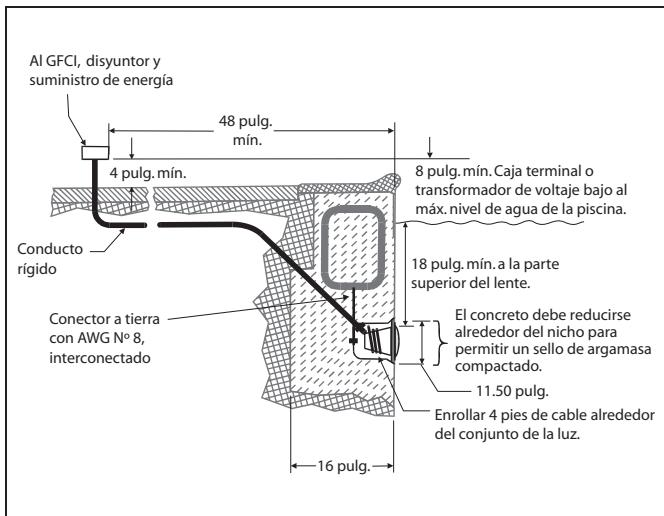
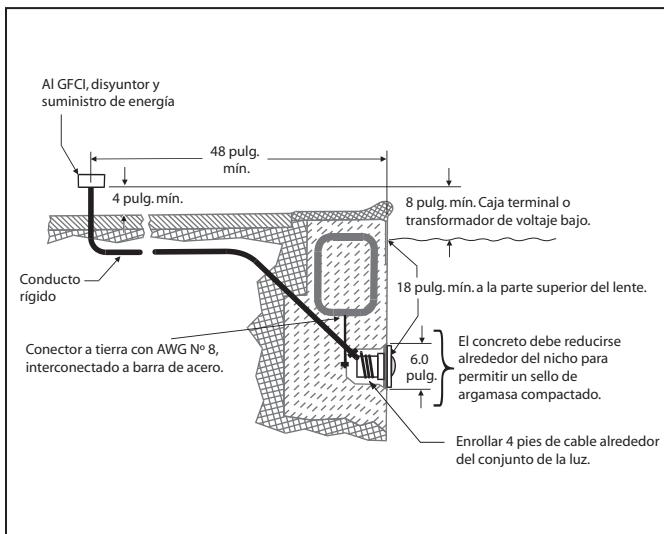

Figura 1. Instalación de la luz blanca Jandy para piscinas
Figura 2. Instalación de la luz blanca Jandy para spas
NOTA: El electricista debe completar los pasos de preparación antes de instalar la luz; véase Figura 1 (o Figura 2, para spas).
- La caja terminal (o un transformador de voltaje bajo para los modelos de 12 voltios) debe ubicarse al menos a ocho (8) pulgadas por encima del nivel del agua, al menos a cuatro (4) pulgadas por encima del nivel del suelo o del perímetro exterior de la piscina, y al menos a cuatro (4) pies del borde de la piscina o el spa; véase Figura 1 para piscinas y Figura 2 para spas.
- La luz y todos los elementos metálicos que estén a menos de cinco (5) pies de la piscina o el spa deben estar correctamente interconectados y tener una conexión a tierra fiable.
- El nicho debe estar instalado correctamente, de manera que la parte superior del lente de la luz subacuática se encuentre al menos a 18 pulgadas por debajo de la superficie de agua en la piscina o el spa; véase Figura 1 o 2.
- El nicho debe tener sus partes metálicas correctamente interconectadas y una conexión a tierra a través de un conector a tierra AWG N° 8 ubicado en la parte trasera del nicho; véase Figura 1 o 2.
la caja terminal, y deje al menos cuatro (4) pies de cable en la luz para enrollarlo alrededor de la misma; véase Figura 1 (o Figura 2, para spas). Estos cuatro (4) pies de cable alrededor de la luz facilitan el mantenimiento una vez que la piscina o el spa estén llenos.
- Corte el cable en la caja terminal, y deje al menos seis (6) pulgadas de cable para realizar las conexiones.
- Pele seis (6) pulgadas de la camisa del cable para dejar al descubierto los tres cables aislados. *Tenga cuidado de no dañar el aislamiento de los tres (3) cables internos.*
- Instale el aliviador de tensión en la camisa del cable y conecte los tres (3) cables a los circuitos correspondientes en la caja terminal. Instale la cubierta de la caja terminal
2. La caja terminal (o un transformador de voltaje bajo para los modelos de 12 voltios) debe ubicarse al menos a ocho (8) pulgadas por encima del nivel del agua, al menos a cuatro (4) pulgadas por encima del nivel del suelo o del perímetro exterior de la piscina, y al menos a 48 pulgadas del borde de la piscina o el spa; véase Figura 1 (o Figura 2, para spas).
3. La luz y todos los elementos metálicos que estén a menos de cinco (5) pies de la piscina o el spa deben estar correctamente interconectados y tener una conexión a tierra fiable.
4. El nicho debe estar instalado correctamente, de manera que la parte superior del lente de la luz subacuática se encuentre al menos a 18 pulgadas por debajo de la superficie de agua en la piscina o el spa; véase Figura 1 (o Figura 2, para spas).
5. El nicho debe tener sus partes metálicas correctamente interconectadas y una conexión a tierra a través de un conector a tierra AWG N° 8 ubicado en la parte trasera del nicho; véase Figura 1 (o Figura 2, para spas).
5. Deje al menos cuatro (4) pies de cable para enrollarlo alrededor de la luz; véase Figura 1 (o Figura 2, para spas). Esto permite que la luz reciba mantenimiento luego de que la piscina o el spa estén llenos.
6. Corte el cable en la caja terminal, deje al menos seis (6) pulgadas para realizar las conexiones.
7. Pele seis (6) pulgadas de la camisa del cable para dejar al descubierto los tres cables aislados. Tenga cuidado de no dañar el aislamiento de los tres (3) cables internos.
8. Instale el aliviador de tensión en la camisa del cable y conecte los tres (3) cables a los circuitos correspondientes en la caja terminal. Instale la cubierta de la caja terminal